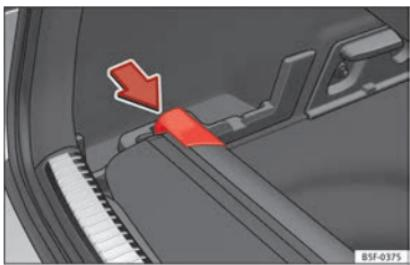

Fig. 170 Dans le coffre à bagages : logement pour ranger la plage arrière.
- Appuyez sur la tête de la plage arrière enroulable dans le sens de la flèche jusqu'à l'insérer dans le logement prévu à cet effet »» **fig. 170**.